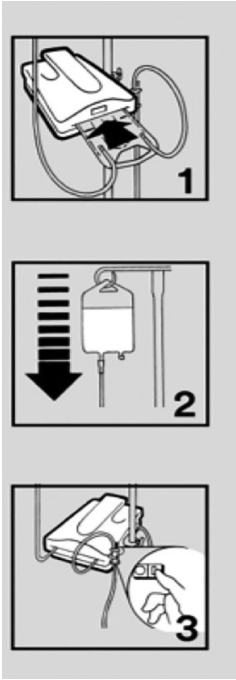

Figura 4
- 2. Deslice la caja de calentamiento en la ranura de la unidad de calentamiento. La caja solo cabe de una manera en el equipo (vea la figura 4, #1).
- 3. Rellene el set de calentamiento. Para obtener más información sobre el rellenado del equipo, consulte las instrucciones proporcionadas con los sets de calentamiento (vea la figura 4, #2).
- 5. Enchufe el cable de alimentación en un enchufe apropiado. Encienda la unidad (vea la figura 4, #3). En unos pocos segundos se iluminará la pantalla alfanumérica. Tarda menos de dos minutos en calentarse hasta el punto de ajuste de temperatura a 41 °C.